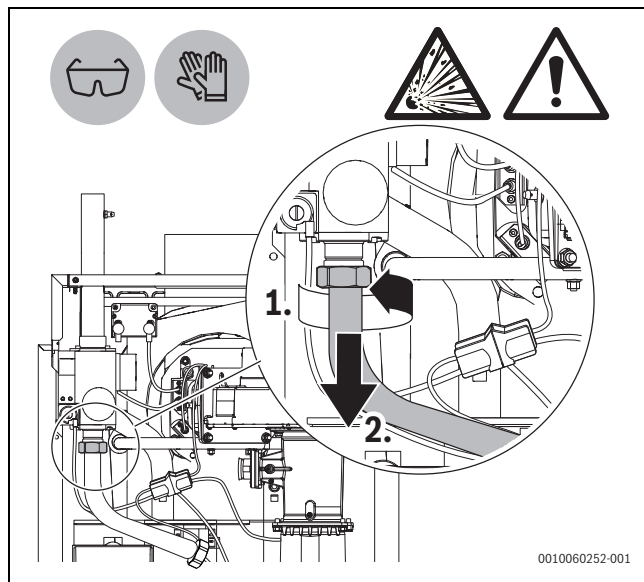

Bild 6 Schraubverbindungen an der Gasarmatur lösen
- ▶ Schraubverbindungen an der Gasarmatur durch Drehen gegen den Uhrzeigersinn lösen (→Bild 6, [1] und [2]).